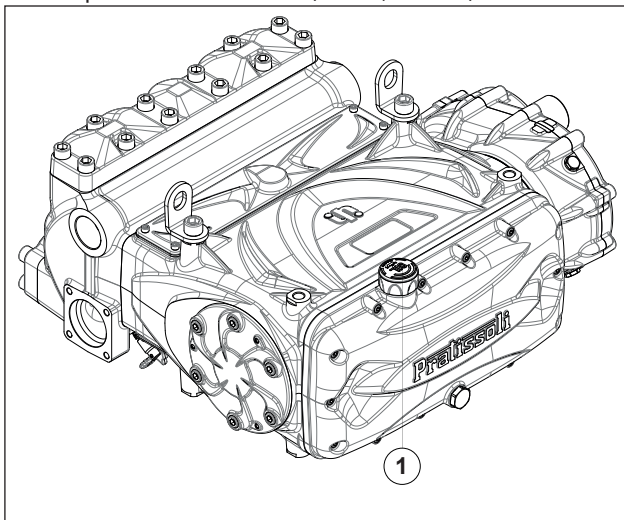

Abb. 10
5. Der Ölstand im Pumpengehäuse korrekt ist, u.z. über den entsprechenden Messstab (Pos. ①, Abb. 10).